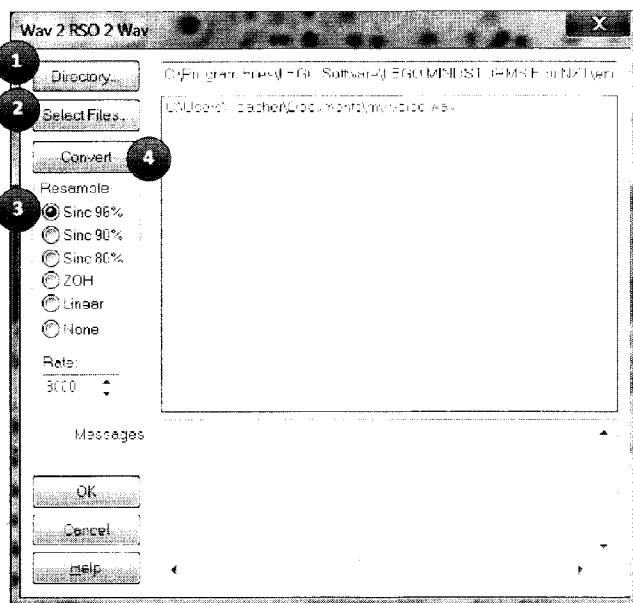

Рис. 22. Окно программы Wav 2 RSO
8. Запустите программу  **wav2rso** — это программа конвертирует звуковые файлы, чтобы робот мог их воспроизвести (рис. 22).
9. Нажмите кнопку **Directory** и укажите путь, куда вы будете сохранять уже конвертированный файл (см. рис. 22).
10. Нажмите кнопку **Select Files (Выберите файлы)** и укажите путь к сохраненному файлу с вашим голосом (см. рис. 22).
11. Остальные настройки выставьте, как указано на рис. 22. Далее нажмите кнопку **Convert**.